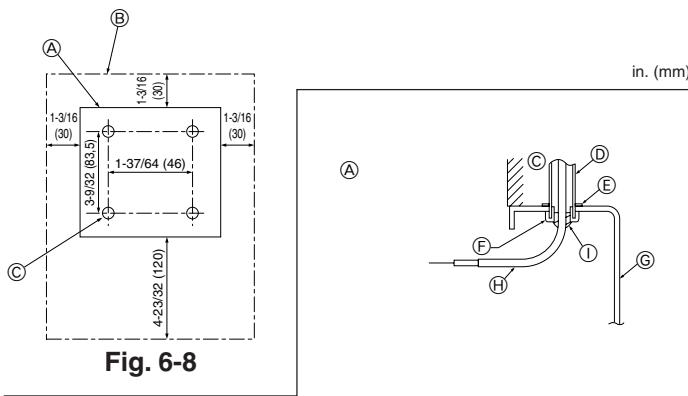

Fig. 6-8
- (1) Sélectionner l'endroit d'installation de la télécommande. (Fig. 6-8)